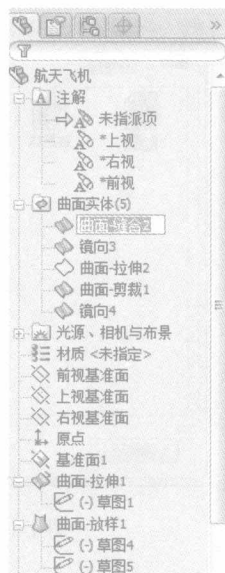

图 1-13 FeatureManager 设计树更改项目名称
- 如要更改项目的名称, 在名称上缓慢单击两次以选择该名称, 然后输入新的名称即可, 如图 1-13 所示;